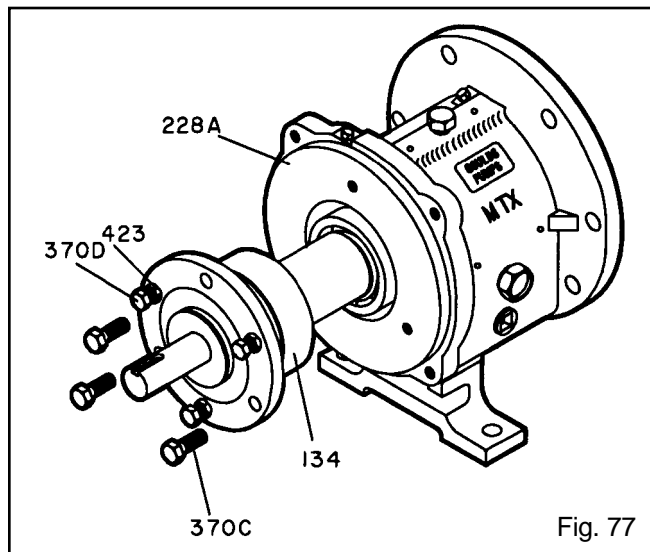

Fig. 77
1. Quite los tornillos de abrazadera (370C). Retroceda las contratuercas (423). Apriete los tornillos de levantamiento (370D) en forma pareja, esto comenzará a retirar la caja de los cojinetes (134) fuera del bastidor de los cojinetes (228A) (Fig. 77).